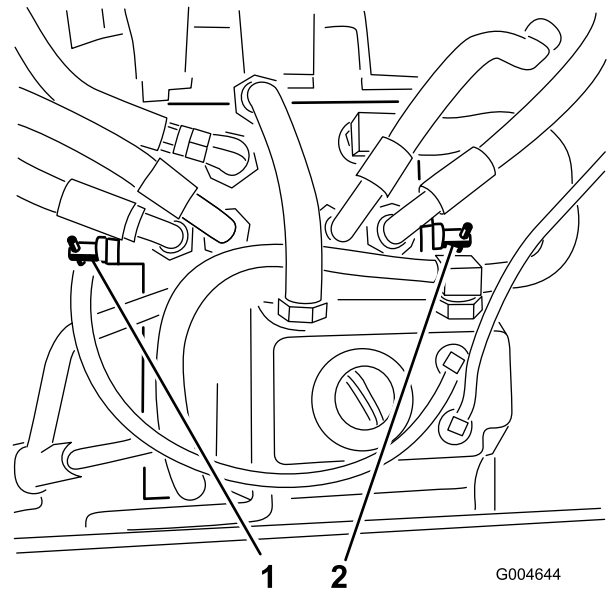

Figure 53
3. Tournez chaque vanne de dérivation d'un tour dans le sens antihoraire (Figure 53).
Tournez chaque vanne de dérivation d'un tour dans le sens horaire et serrez-les à la main (Figure 53).